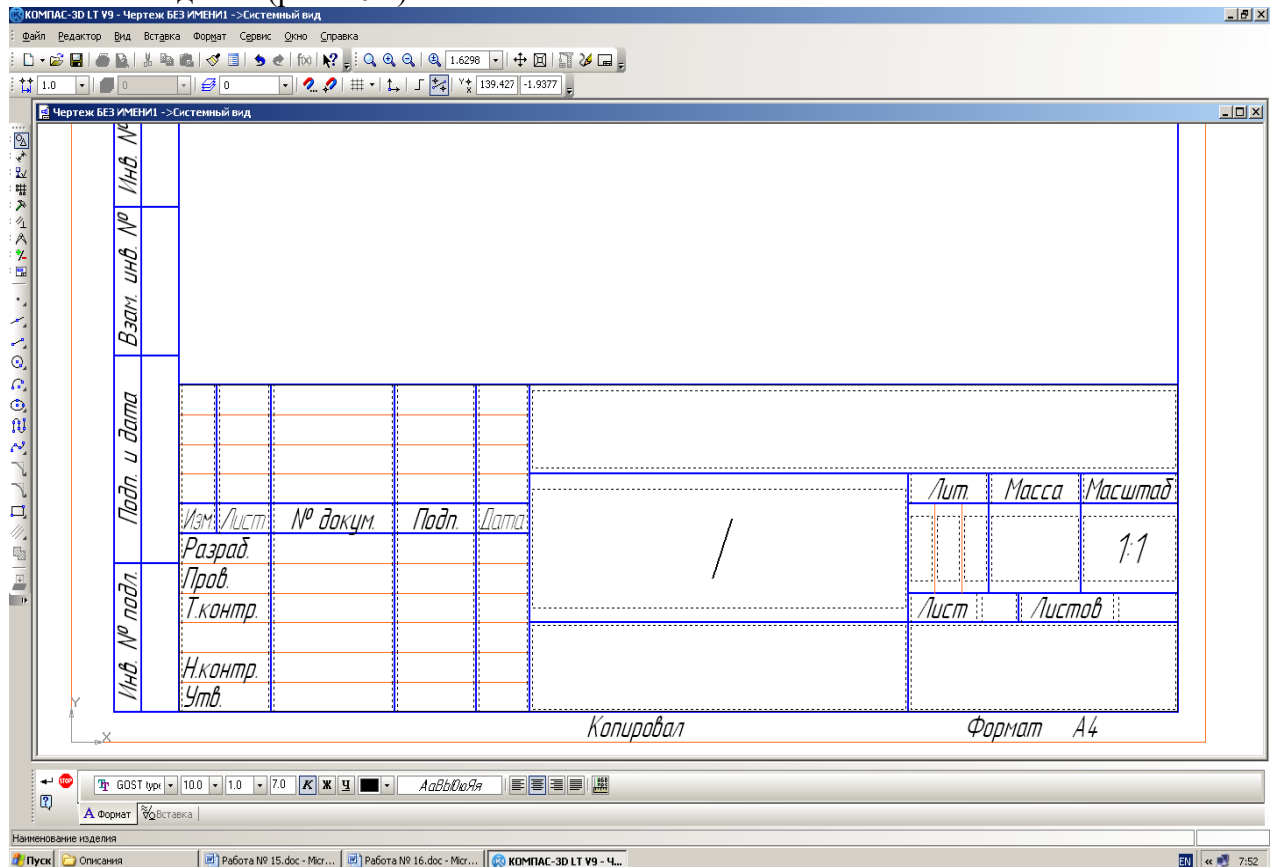

Рис. 16.2. Основная надпись чертежа
1.2. Дважды щелкните мышью в поле основной надписи – активизируются графы основной надписи (рис. 16.2).